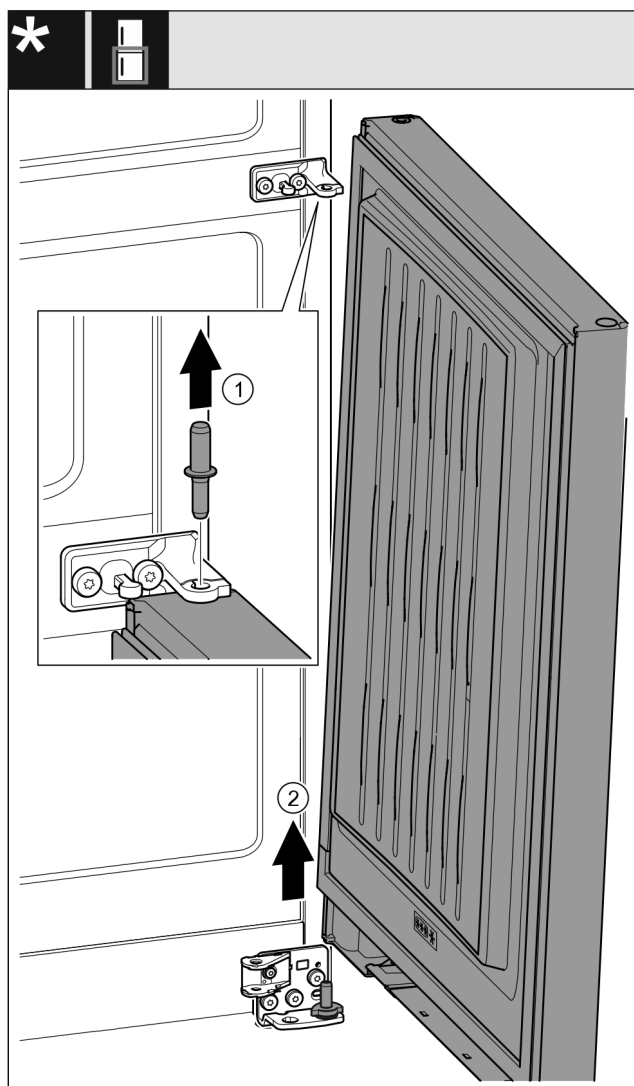

Fig. 23 *
- Izvucite svornjake prema gore. Fig. 23 (1)*
- Zakrenite vrata prema van, povucite ih prema gore i stavite ih na stranu. Fig. 23 (2)*